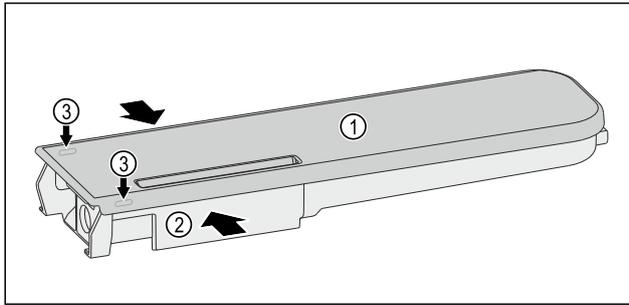

Fig. 130
- ▶ Wasserbehälter Fig. 130 (2) zusammendrücken und Deckel Fig. 130 (1) vorsichtig über die Rastnasen Fig. 130 (3) hebeln und hochziehen.
- ▶ Deckel Fig. 130 (1) leicht hin- und herbewegen und nach oben entnehmen.